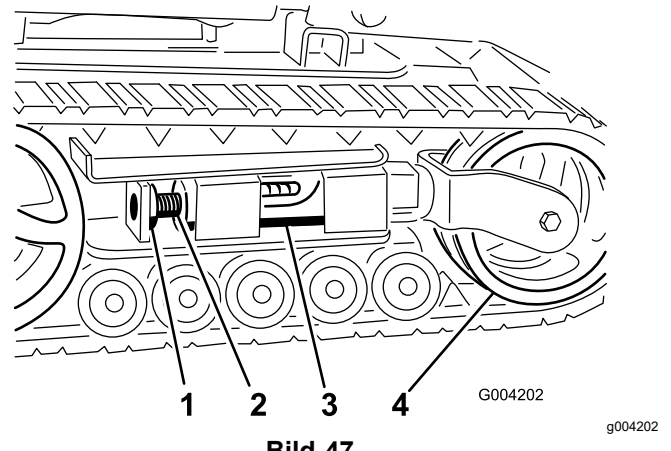
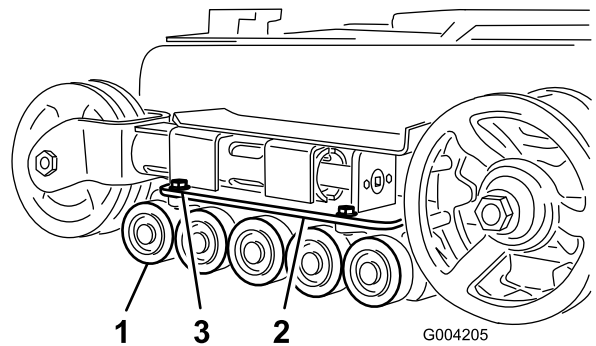

Bild 47
**Bild 49**
4. Entfernen Sie die Befestigungsschraube und Mutter (Bild 47).
6. Richten Sie die am nächsten liegende Kerbe in der Spanschraube mit dem Loch der Befestigungsschraube aus und befestigen Sie die Schraube mit der Befestigungsschraube und Mutter (Bild 47).
5. Lösen Sie die Antriebsspannung mit einer Ratsche (1/2"), indem Sie die Spanschraube nach rechts drehen (Bild 47 und Bild 48).
**Hinweis:** Sie haben Breitspurketten, wenn die vorderen Spannungsräder an der Seite am Ende des Spannungsrohrs montiert sind (Bild 49).
- Entfernen Sie die Befestigungsschraube und Mutter (Bild 47).
- Lösen Sie die Antriebsspannung mit einer Ratsche (1/2"), indem Sie die Spannschraube nach rechts drehen (Bild 47 und Bild 49).
- Drücken Sie das Spannrad zur Rückseite der Maschine, um den Druckschlauch gegen den Rahmen zu bewegen (Bild 49).
7. Nehmen Sie die Mutter ab, mit der das äußere Spannrad befestigt ist. Nehmen Sie das Rad ab (Bild 49).
8. Nehmen Sie die Kette ab (Bild 49).
9. Nehmen Sie die Mutter ab, mit der das innere Spannrad befestigt ist. Nehmen Sie das Rad ab (Bild 49).
13. Setzen Sie das innere Spannrad ein und befestigen Sie es mit der vorher abgenommenen Mutter (Bild 49).
15. Montieren Sie die neue Kette. Achten Sie darauf, dass die Stollen in der Kette zwischen die Zahnräder in der Mitte des Antriebsrads passen (Bild 49).
16. Setzen Sie das äußere Spannrad ein und befestigen Sie es mit der vorher abgenommenen Mutter (Bild 49).